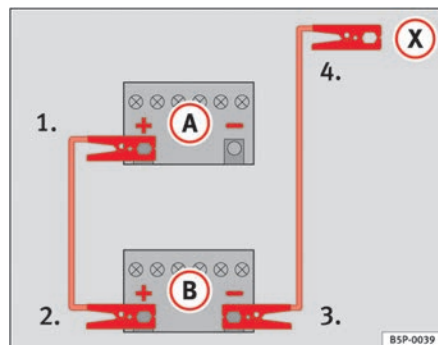

Fig. 204 Esquema de conexión de los cables de emergencia
En la ⇒ fig. 204 **A** representa a la batería sin carga y **B** a la batería con carga.
- 1. Emborne un extremo del cable de emergencia rojo al polo positivo ⇒ fig. 204 (+) del vehículo con la batería descargada ⇒ ⚠.
- 4. Emborne el otro extremo del cable negro de emergencia (X) a una pieza de metal maciza unida al bloque motor o al mismo bloque motor del vehículo con la batería descargada, lo más alejado posible de la batería ⇒ ⚠.